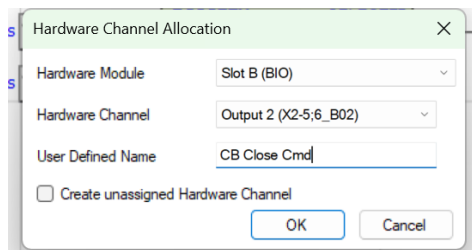

Imagen 83_Ventana de configuración para la salida EXE_CL del bloque CBXCBR1.
2.2.7 De igual manera como se observa en la **Imagen 83**, haremos lo mismo para “EXE-CL”, seleccionando “EXE-CL” con clic derecho, posteriormente “Hardware Channel - Connect”, cambiando el nombre a “CB Close Cmd”. También cambiaremos el canal al “Output 2”.